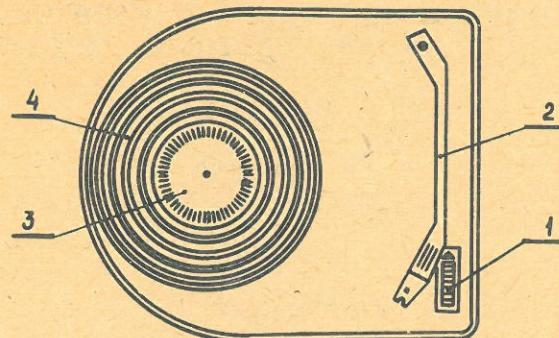
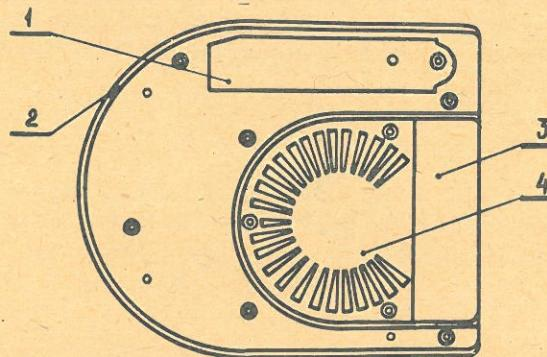

Рис. 1. Вид на электрофон сверху.
Рис. 2. Вид на электрофон снизу.
4.4. Положение и назначение элементов управления электрофона «Песенка-1» показано на рис. 1 и рис. 2.
5.4. Электрофон оборудован устройством для визуального контроля и подстройки частоты вращения диска. Визуальный контроль частоты вращения диска осуществляется при помощи меток, нанесенных на стробоскопический диск З (см. рис. 1) электрофона при освещении диска источником света от сети переменного тока частотой 50 Гц. Если диск вращается с частотой 33,33 об/мин, кажущееся положение ерных меток неподвижное. При отклонении частоты вращения от номинальной, метки будут двигаться в ту или иную сторону. Подстройка производится вращением регулировочного элемента с помощью отвертки через отверстие 2 (см. ис. 2) в нижней крышке электрофона до установки неподвижного кажущегося положения меток.